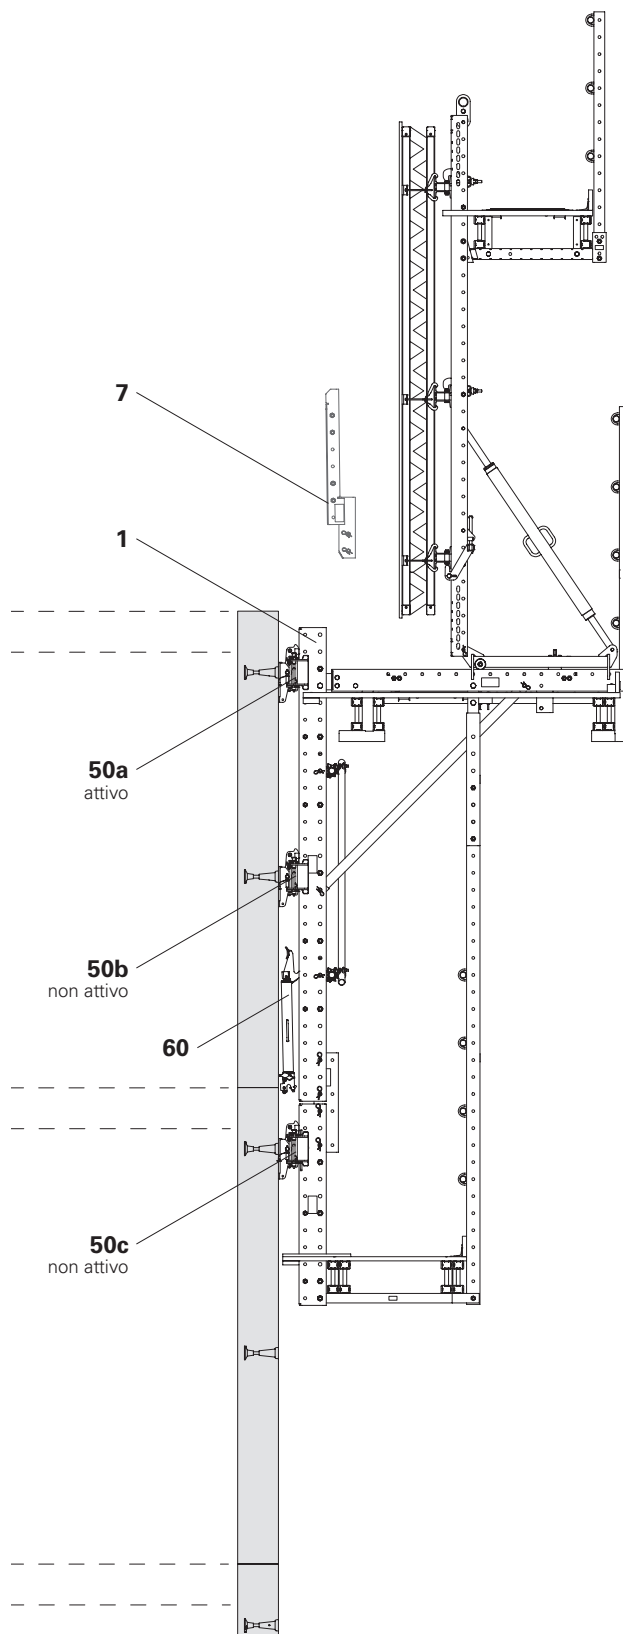

Fig. D1.05
Rimuovere la prolunga della guida di ripresa (7) dall'estremità superiore della guida di ripresa (1) e il dispositivo di ripresa (60). (Fig. D1.05)